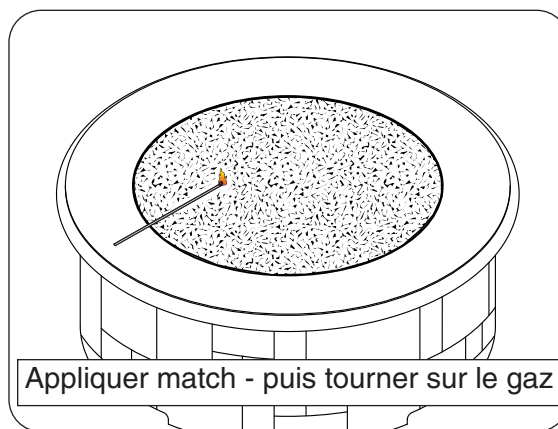

Fig. 52-1
3. Poser une allumette allumée sur la surface du support décoratif près du brûleur (**ne pas tenir l'allumette dans la main**) (Fig. 52-1).